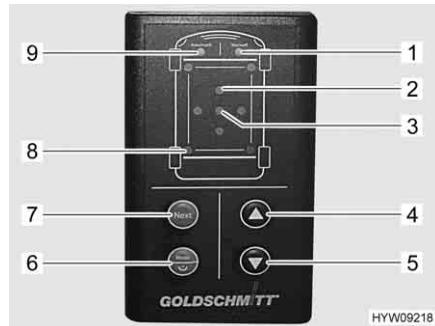

Fig. 40 Elemento di comando (piedini di stazionamento idraulici)
Quando la pendenza del veicolo è troppo elevata, il LED rosso "Inclinazione" (Fig. 40,2) lampeggia. Scegliere posizioni di sosta idonee; qualora non siano adatte, l'utilizzo dei piedini di stazionamento è a proprio rischio e pericolo.
Se a causa di un avallamento del terreno viene raggiunta la lunghezza massima di uno dei piedini di stazionamento estratti, i LED "Funzionamento manuale" (Fig. 40,1) e "Modalità automatica" (Fig. 40,9) lampeggiano tre volte. In tal caso, chiudere i piedini di stazionamento, posizionare un supporto sotto il piedino interessato e ripetere la procedura.
- Tenere premuto per più di 1 secondo il tasto "On/Off/modalità di funzionamento" (Fig. 40,6). Dopo l'accensione, viene emesso un segnale acustico e il LED "Modalità automatica" (Fig. 40,9) si attiva.
- Premere brevemente il tasto "On/Off/modalità di funzionamento" (Fig. 40,6). La modalità di funzionamento può essere impostata su funzionamento manuale o modalità automatica. Il LED corrispondente (Fig. 40,1 o Fig. 40,9) si illumina.
- Premere il tasto "Apertura" (Fig. 40,5). La procedura di regolazione viene eseguita autonomamente. I LED "Piedino di stazionamento" (Fig. 40,8) lampeggiano quando i piedini di stazionamento sono in movimento. Se il veicolo è dotato di puntelli ribaltabili: Il movimento dei piedini di stazionamento si arresta dopo che questi sono stati ribaltati per consentire di posizionare sotto un supporto. Il LED "Modalità automatica" (Fig. 40,9) lampeggia rapidamente.
- Premere di nuovo il tasto "Apertura" (Fig. 40,5). La procedura di regolazione prosegue.
- Premere il tasto "Chiusura" (Fig. 40,4). I piedini di stazionamento si ritraggono completamente. I LED "Piedino di stazionamento" (Fig. 40,8) lampeggiano quando i piedini di stazionamento sono in movimento.
- In modalità automatica, premere brevemente il tasto "On/Off/modalità di funzionamento" (Fig. 40,6). Il LED "Funzionamento manuale" (Fig. 40,1) si illumina.
- Prestare attenzione ai LED "Inclinazione" (Fig. 40,2). Se un LED è illuminato, significa che il veicolo deve essere sollevato in corrispondenza del lato indicato.
- Premere il tasto "Next" (Fig. 40,7) fino a quando viene selezionato il paio di piedini di stazionamento desiderato. I relativi LED "Piedino di stazionamento" (Fig. 40,8) si illuminano.
- Premere il tasto "Chiusura" (Fig. 40,4) o "Apertura" (Fig. 40,5) fino al raggiungimento della posizione desiderata.
- Premere di nuovo il tasto "Next" (Fig. 40,7) fino a quando viene selezionato un altro paio di piedini di stazionamento. Proseguire con la procedura fino al completo allineamento del veicolo. Il veicolo è allineato quando il LED verde "Posizione ok" (Fig. 40,3) si illumina.
- Premere contemporaneamente i tasti "On/Off/modalità di funzionamento" (Fig. 40,6), "Apertura" (Fig. 40,5) e "Chiusura" (Fig. 40,4) e tenerli premuti per 3 secondi.
- Dopo la conferma acustica e l'illuminazione del LED "Posizione ok" (Fig. 40,3), rilasciare i tasti. La posizione viene salvata come Posizione ok.